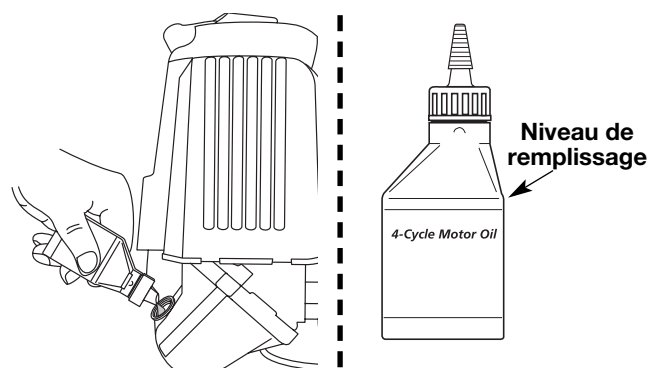

Fig. 55
**REMARQUE :** Mesurez la quantité nécessaire à l'aide de la bouteille et de la buse utilisées lors de la mise en service. 90 ml (3,0 fl oz) correspond environ au haut de l'étiquette de la bouteille (Fig. 55). Vérifiez le niveau d'huile avec la jauge. S'il est trop bas, ajoutez un peu d'huile par l'orifice et revérifiez. Ne remplissez pas trop (Fig. 55).